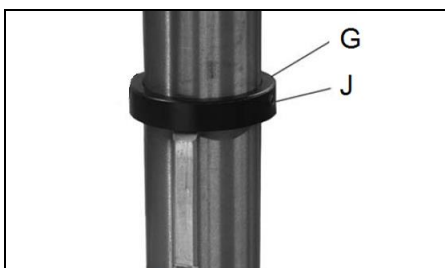

Рис. 7
Поместите стопорное кольцо (G, рис. 7) на колонку и сдвиньте его вниз. Затяните установочный винт (J).